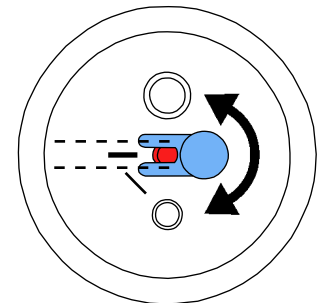

Fig. 12
- No caso de depósitos de jateamento de 25 - 70 µm, o bocal doseador tem que ser alinhado (Fig. 12)!